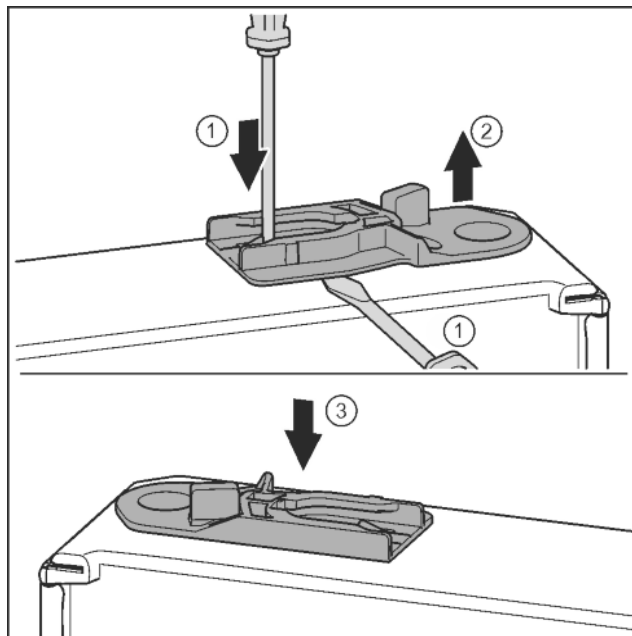

Fig. 36
- ▶ Izvelciet vadošo ieliktni: ar skrūvgriezi spiediet mēlīti un vienlaikus ar skrūvgriezi virziet zem vadošā ieliktna. *Fig. 36 (1, 2)*
- ▶ Piegādes komplektācijā klātpievienoto vadošo ieliktni iebīdīt ierīces otrajā pusē. *Fig. 36 (3)*